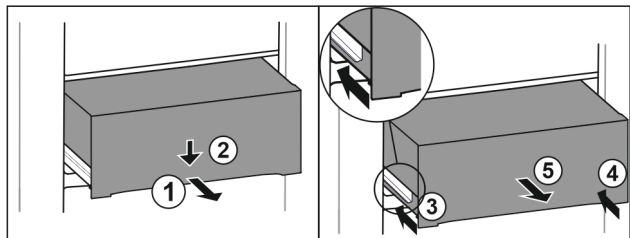

Fig. 81
► Vytiahnite zásuvku do polovice. Fig. 81 (1)
► Zatlačte zásuvku na prednej strane smerom nadol. Fig. 81 (2)
► Zasuňte ľavú koľajničku o cca 2 cm. Fig. 81 (3)
► Zasuňte pravú koľajničku o cca 2 cm. Fig. 81 (4)
► Odoberte zásuvku dopredu. Fig. 81 (5)